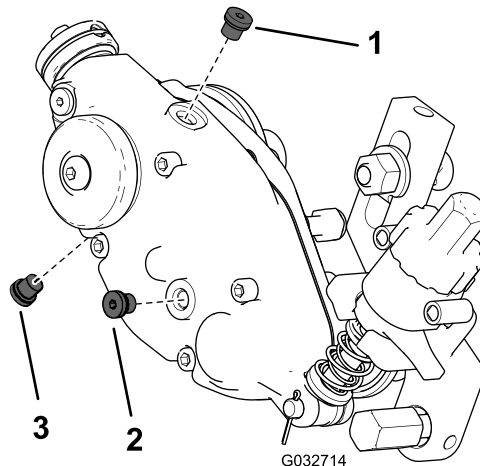

Figura 22
2. Remova o tampão de drenagem no fundo da caixa (Figura 22).
3. Remova o tampão de nível do lado da caixa para criar um respiro para drenagem melhorado de lubrificantes (Figura 22).
7. Remova o tampão de enchimento no cimo da caixa (Figura 22).